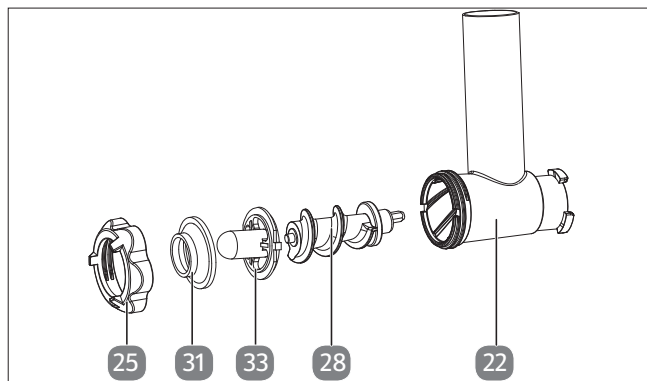

Afb. 23 – Pasta-accessoires
1. Monteer de accessoires zoals afgebeeld (zie Afb. 23).